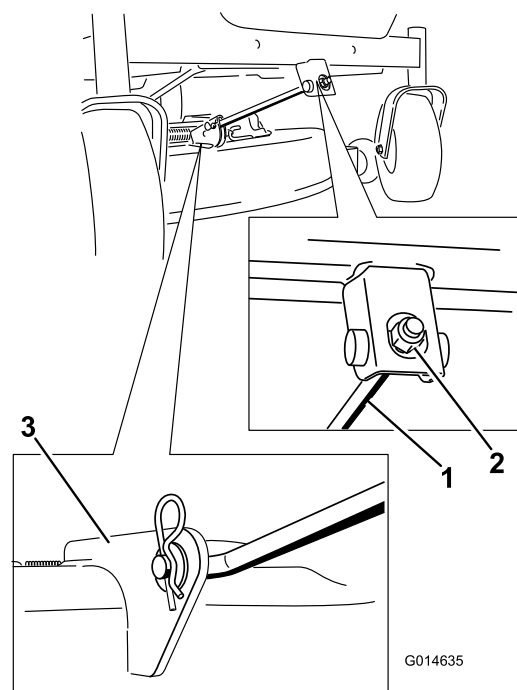

Figura 56
- Retire la claveta de la varilla de soporte delantera y retire la varilla del soporte de la carcasa (Figura 56). Baje cuidadosamente la parte delantera de la carcasa de corte al suelo.
6. Conecte la varilla de soporte delantera a la carcasa de corte con el pasador y la chaveta (Figura 56).